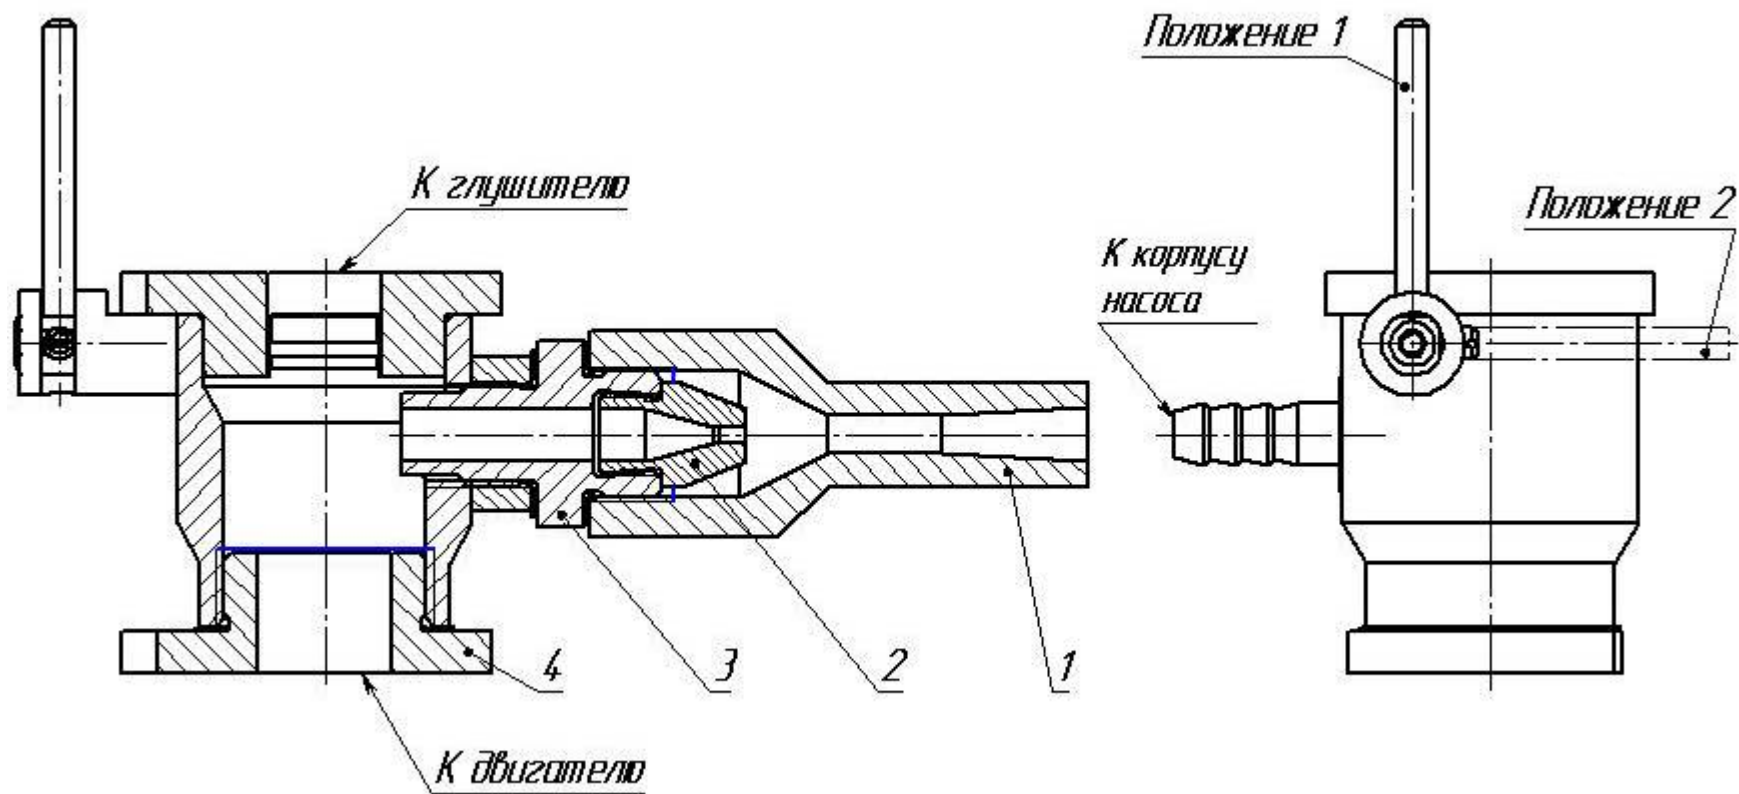

Рисунок 2 - Разрез газоструйного аппарата
- снять коллектор 1 (рисунок 2);